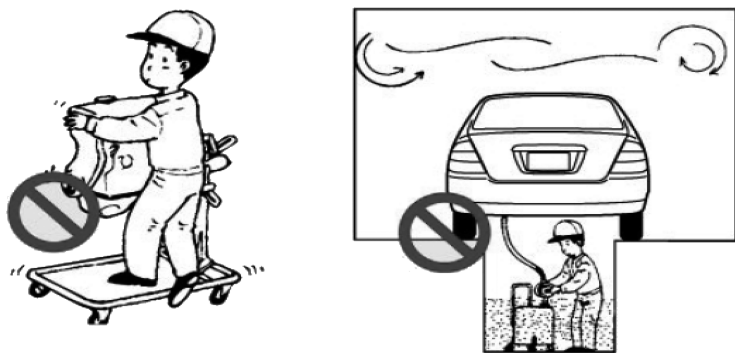

图 1-3 人为因素与自然因素
(1)事故的因素:包括人为因素和自然因素(图 1-3)。人为因素是由于操作人员不正确地使用设备或工具,或穿着不合适的衣物等原因造成事故。自然因素是由于设备或工具出现故障或缺少完整的安全装置、工作环境不良等原因造成事故。